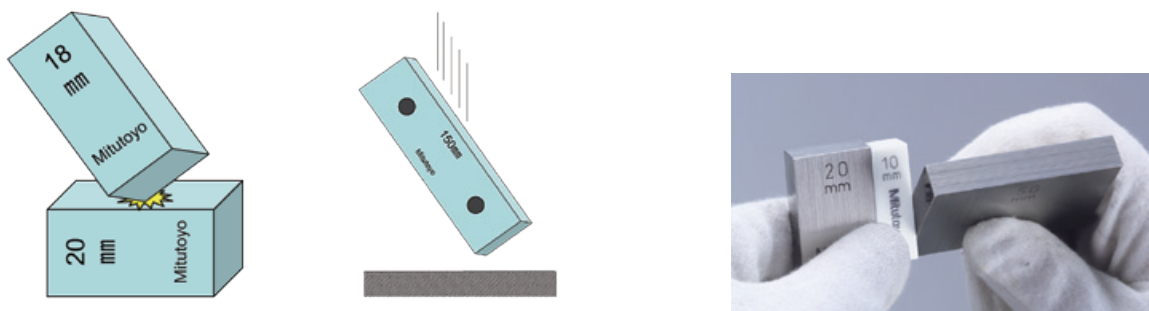

Fig. 1
1. Procure manusear os blocos padrão com muito cuidado para evitar danos nas superfícies de medição devido a impactos um com o outro ou, devido a quedas **(Fig. 1)**. Danos, tais como rebarbas ou riscos irão afetar negativamente a mútua adesão entre os blocos padrão ao fazer composições e portanto a exatidão de quaisquer medidas tomadas.